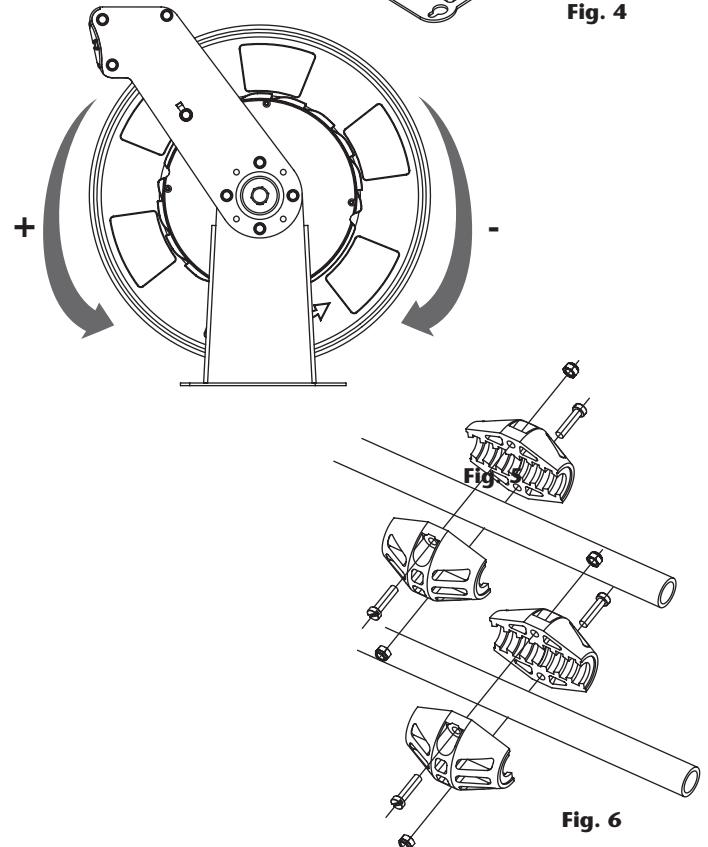

Fig. 5
(Feder ist noch ohne Spannung). Um die Spannung der Feder zu erhöhen, drehen Sie die Spule gegen den Uhrzeigersinn (Fig. 5) Bringen Sie nicht mehr Spannung auf die Spule als angegeben in Tabelle 1 um Schaden vom Schlauch und Feder zu vermeiden.
- Um die Feder zu spannen, drehen Sie die Spule gegen den Uhrzeigersinn (Fig. 5) Bringen Sie nicht mehr Spannung auf die Spule als angegeben in Tabelle 1 um Schaden vom Schlauch und Feder zu vermeiden.
4. Um der Feder zu spannen, drehen Sie die Spule gegen den Uhrzeigersinn (Fig. 5).